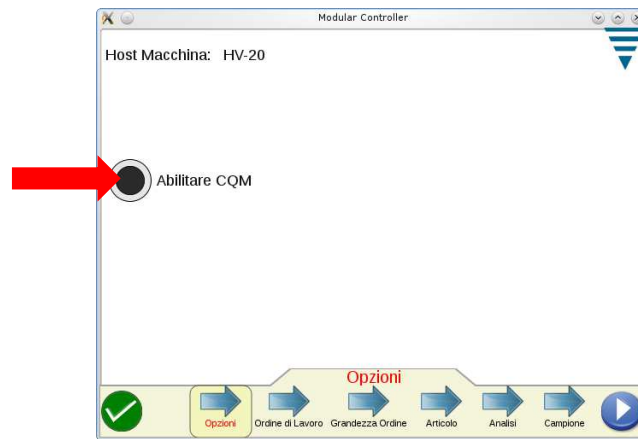

Figura 11
B. Aggraffatrice HV-20 (vedere Figura 11)